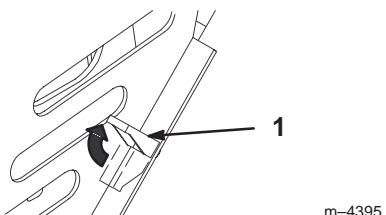

Figure 20
3. Desserrez les quatre languettes de blocage (Fig. 20).
1. Placez le capot sur le châssis du groupe de déplacement et engagez les languettes de blocage dans les trous du châssis (Fig. 20).
2. Fixez le capot en place en poussant les languettes vers l'avant et vers le bas (Fig. 20).